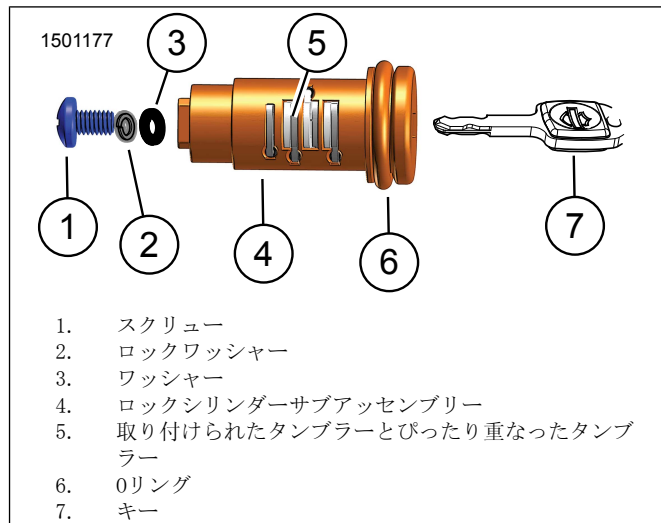

図5。組み立てられたロックセット
- 図5タンブラーを適切な位置で支えつつ、組み立てられたシリンダーサブアセンブリにキーを取り付けます。